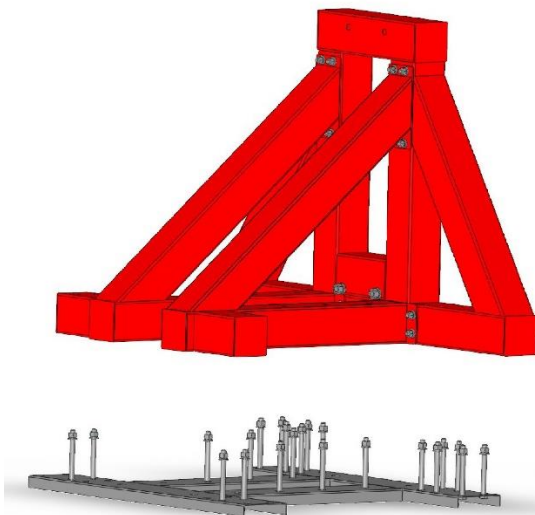

Рисунок 3
- С помощью крана установите опоры шлагбаума на закладные элементы фундамента так, чтобы совпали закладные шпильки с крепежными отверстиями Рамы, Рис.3.